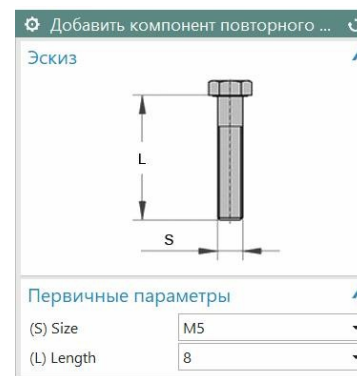

рис.94
- После установки унифицированного элемента в *рабочем поле* появится диалоговое окно, в котором следует установить параметры этого компонента: резьба, длина болта (рис.94).